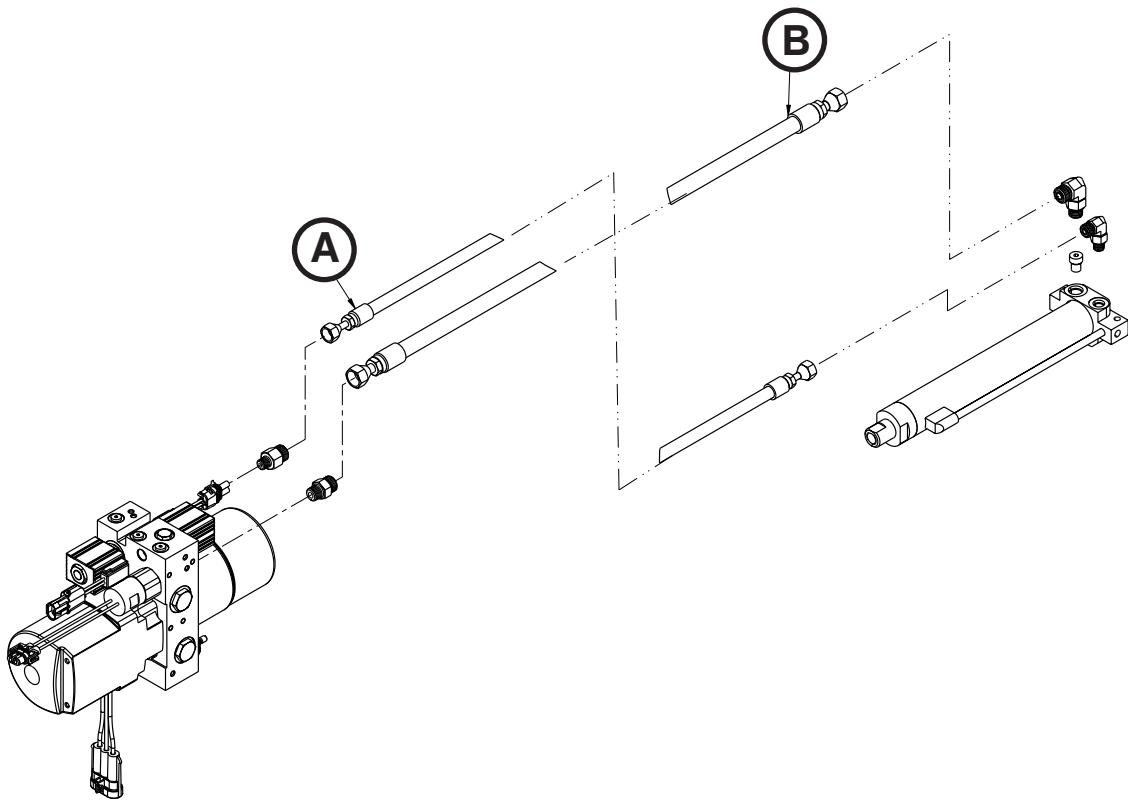

Figura 61
3. Con dos llaves combinadas de 11/16" y 13/16", extraiga el manguito dañado (A o B) (Figura 61).